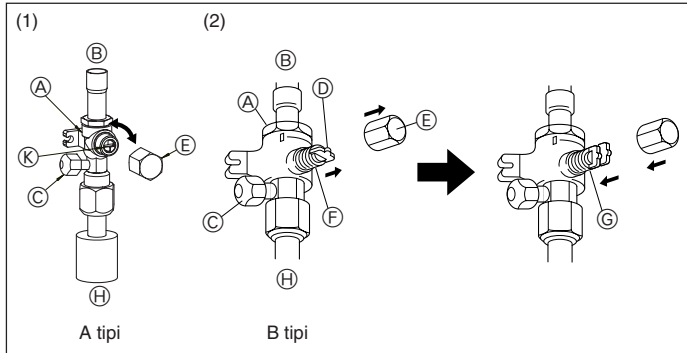

Fig. 4-6
(1) A tipi (Fig. 4-6)
(2) B tipi (Fig. 4-6)